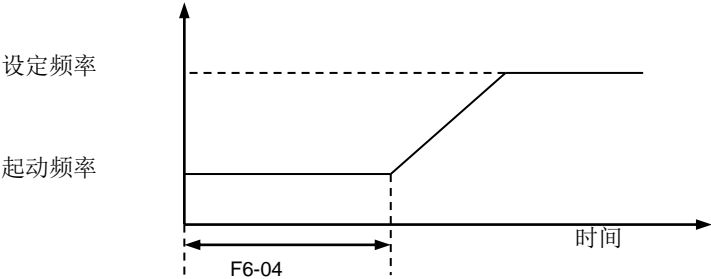

图 6-19 起动频率持续时间
- 起动频率持续时间，开始启动时以起动频率运转的持续时间。如果设定频率比起动频率低，变频器将不运行，处于待机状态。起动频率持续时间到达后，按设定的加速时间上升到设定频率运行。如图 6-19 所示。